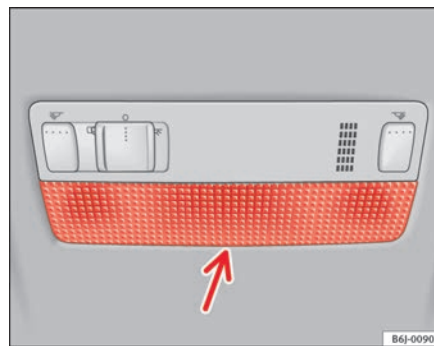

Fig. 159 Luce di lettura anteriore
- Introdurre un cacciavite dalla parte piatta tra il telaio e il vetro ⇒ fig. 159.